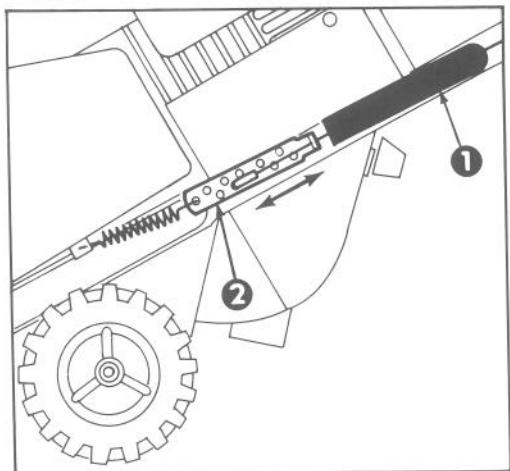

Figure 10
3. REGLAGE DU CABLE (Fig. 10) — Décrochez l'extrémité supérieure de câble de l'orifice situé dans le support de la barre de commande. Faites glisser le cache-ressort vers le haut du câble pour dégager le dispositif de réglage du câble. Décrochez l'extrémité du câble du dispositif de réglage du câble et replacez-la dans un orifice plus ou moins élevé sur le dispositif de réglage, selon le cas, pour atteindre un écartement adéquat de $1/16\text{-}1/8"$ (1,59 mm - 3,18